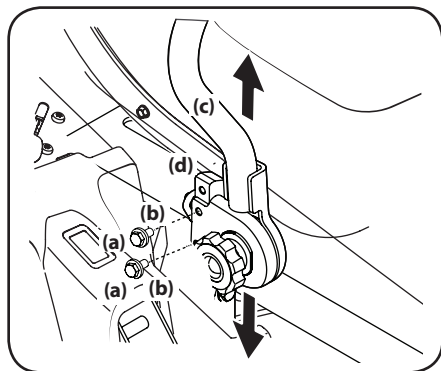

Figure 4-8
1. Retirez les boulons (a) et les rondelles plates (b) qui fixent les barres de conduite (c) aux supports pivotants (d). Voir Figure 4-8.